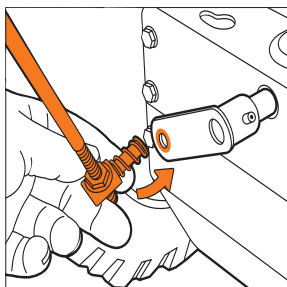
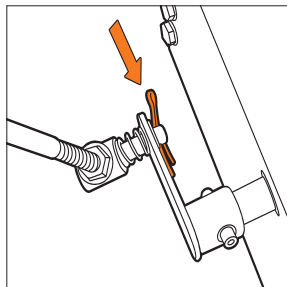

Рис. 7
Рис. 8
- Подсоедините штангу к кронштейну привода передач на корпусе снегоуборочной машины (Рис. 7) и зашплинтуйте ее (Рис. 8).